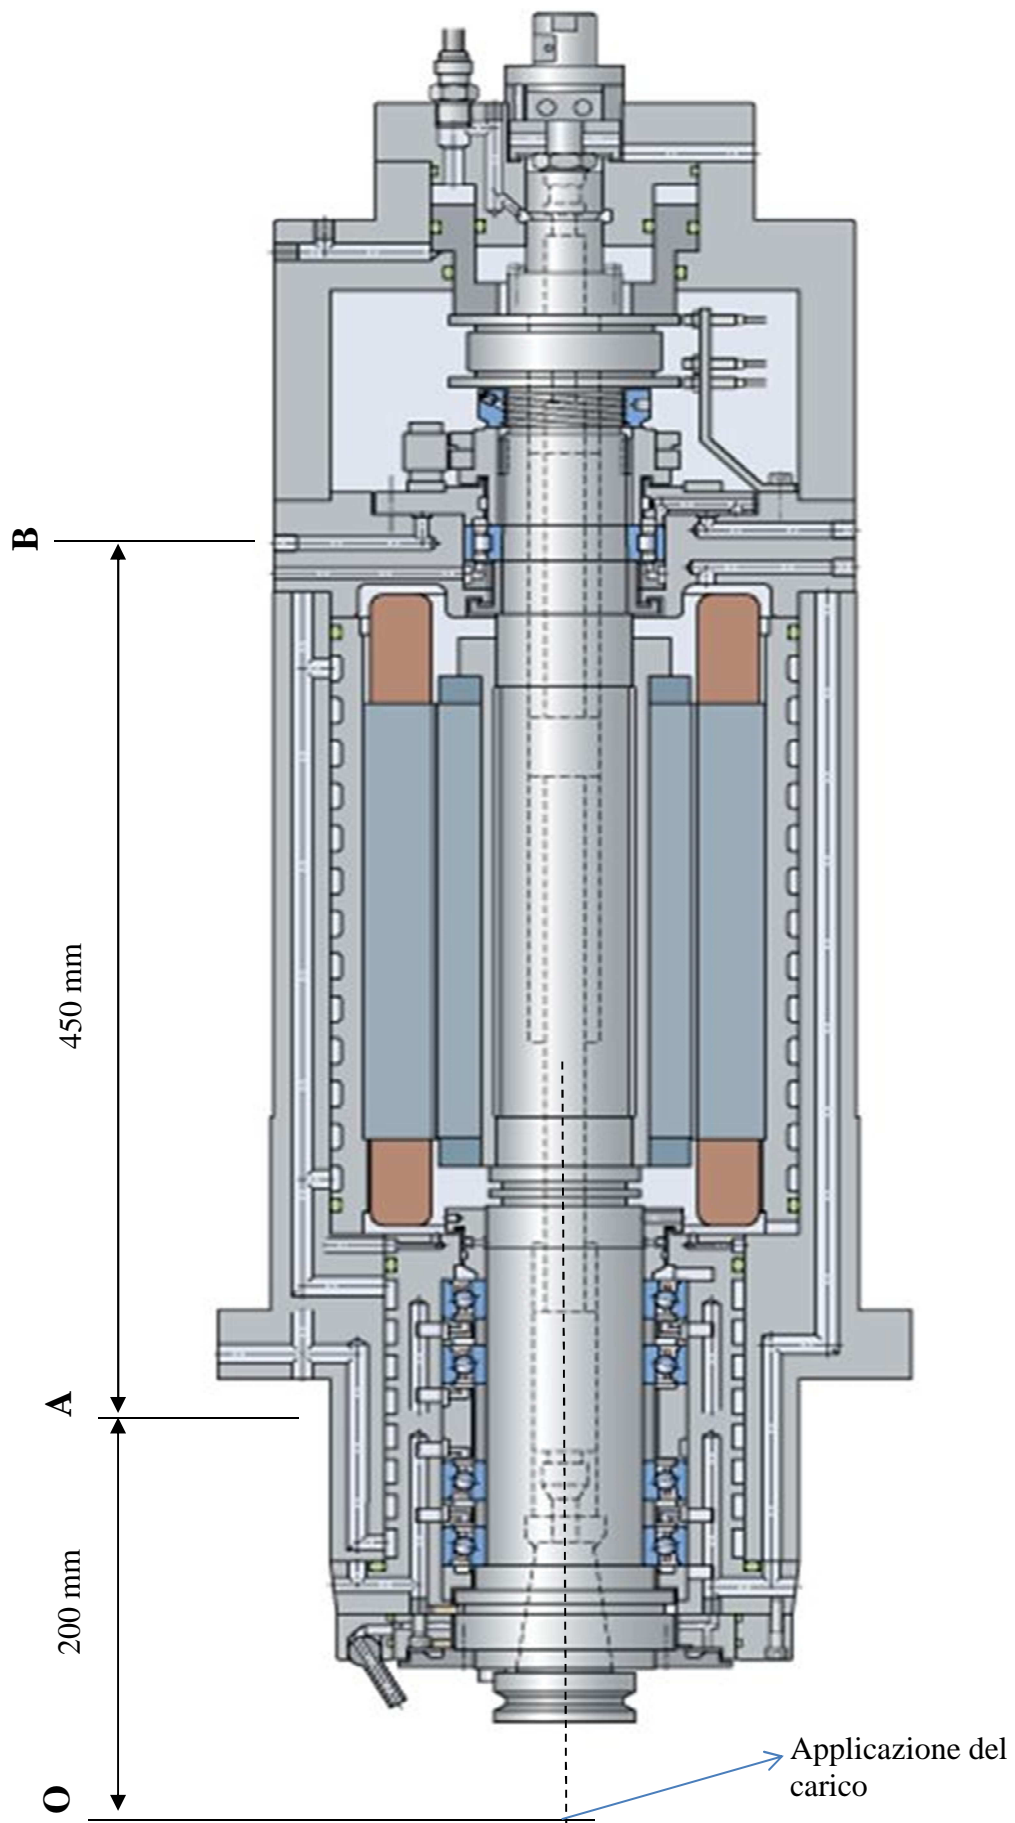

Figura 2
In Figura 2 è riportata la sezione dell'elettromandrino.
- Descrivere il disegno dell'assieme in sezione (Figura 2) evidenziando in modo chiaro (utilizzando eventualmente un elenco numerato) tutti i singoli componenti che lo compongono e le relazioni di montaggio tra di loro;